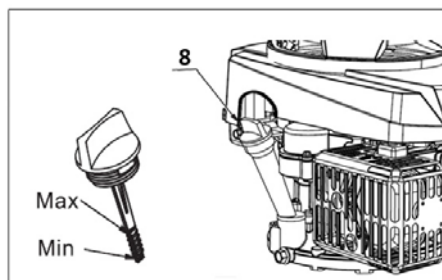

Fig. 7
2. Scoateti joja/capacul de umplere cu ulei (8) si curatati-l.
3. Introduceti joja/capacul de umplere cu ulei (8) la gatul de umplere cu ulei dupa cum se arata dar nu-l insurubati, apoi scoateti-l pentru a verifica nivelul de ulei.
4. Daca nivelul de ulei este aproape sau sub marcajul limitei inferioare la tija, scoateti joja/capacul de umplere cu ulei (8) si umpleti cu uleiul recomandat pana la marcajul limitei superioare (marginea de jos a orificiului de umplere cu ulei). Nu supraumpleti.
5. Remontati joja/capacul de umplere cu ulei (8). (Vezi Fig. 7).